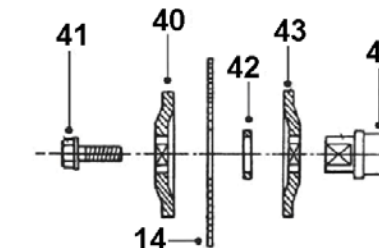

Рис. 4
3. Пильный диск плохо закреплён	3. Затянуть болт (44), Рис.4, после установки пильного диска
Нажмите и удерживайте кнопку (34), Рис.2, проворачивайте пильный диск (14) до характерного щелчка (момента блокировки шпинделя). Удерживая пильный диск (14) в заблокированном положении, выкрутите болт (41), Рис.4, по часовой стрелке. Снимите наружный фланец (40) и пильный диск (14), Рис.4.
Установите пильный диск (14) в соответствии с последовательностью, указанной на Рис.4, так чтобы зубья пильного диска (14) были направлены вниз в передней части пилы, Рис.2. На шпиндель (44) установите внутренний фланец (43), переходное кольцо (42) и пильный диск (14) с соответствующим посадочным диаметром. Установите наружный фланец (40).
Закрутите болт (41), Рис.4, вращением против часовой стрелки, удерживая кнопку (34) фиксации шпинделя (44) в нажатом положении, Рис.2. Установите и закрепите защитный кожух (13).